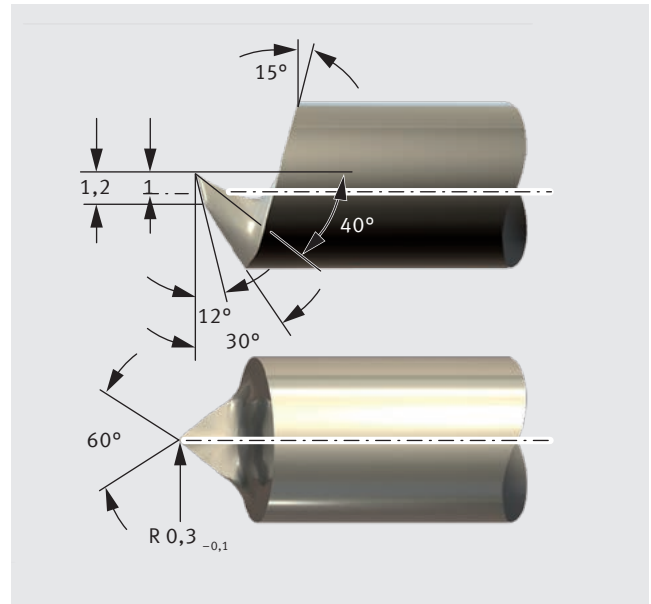

Fig. 67: Herramienta de corte para Permaglide® P22 y P202
- herramienta de metal duro (Fig. 67)